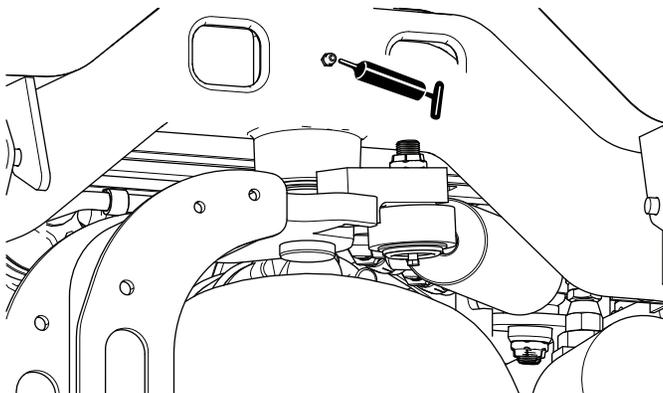

Figura 62
- Pivote de dirección (Figura 62)